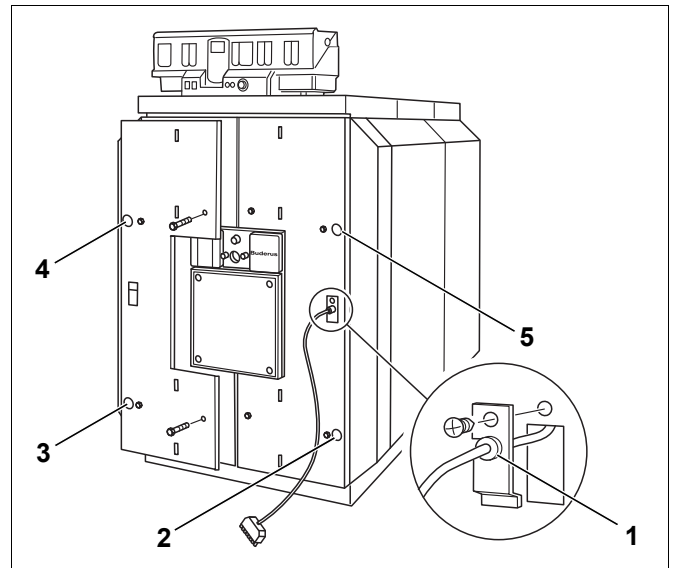

Рис. 57 Установка облицовки дверцы горелки
- ▶ Вставьте провод горелки с фиксатором в кабельный ввод (рис. 57, [1]).
- ▶ Установите спереди облицовку дверцы горелки и закрепите четырьмя винтами (рис. 57, [2] - [5]).